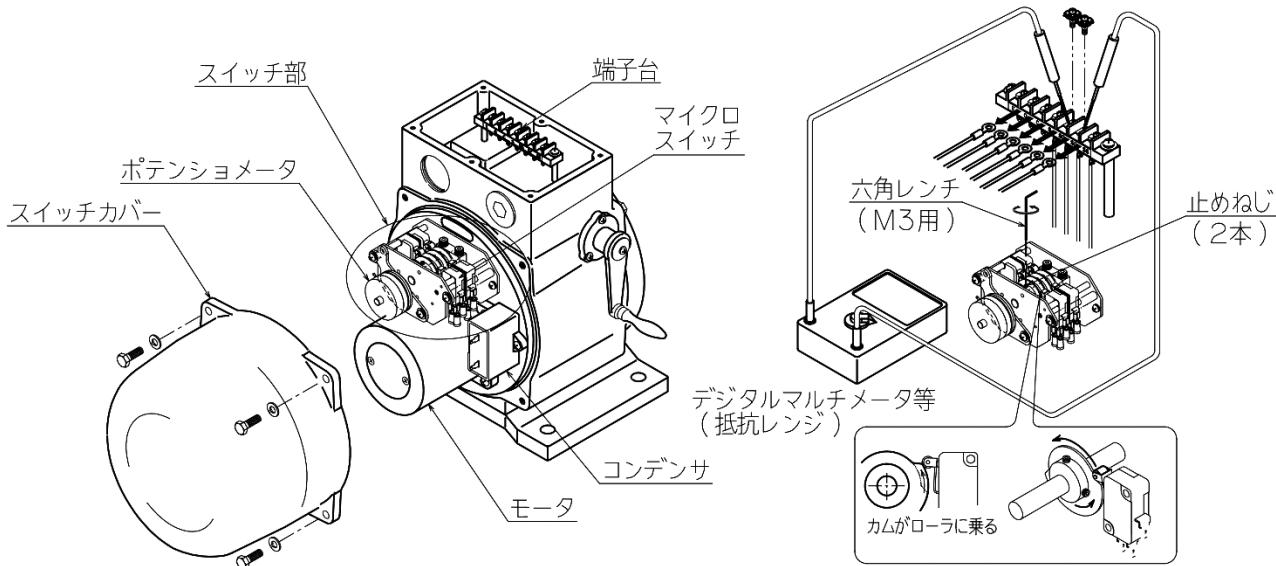

図8：スイッチ調整
8. 1 スイッチ調整 (図8参照) ※お客様による作業は推奨しておりません。参考情報として掲載しています。